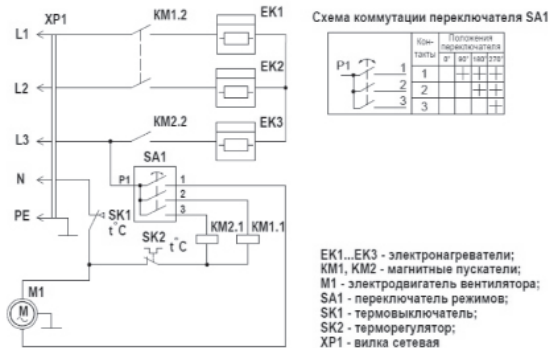

Рис. 2
5.4 Электрическая схема тепловентилятора (Рис. 2).